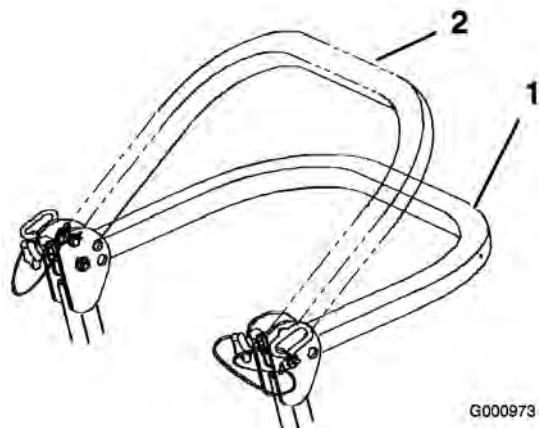

Figure 5
- Abaissez l'arceau de sécurité à la position abaissée. La position abaissée est à deux niveaux (voir Figure 5).